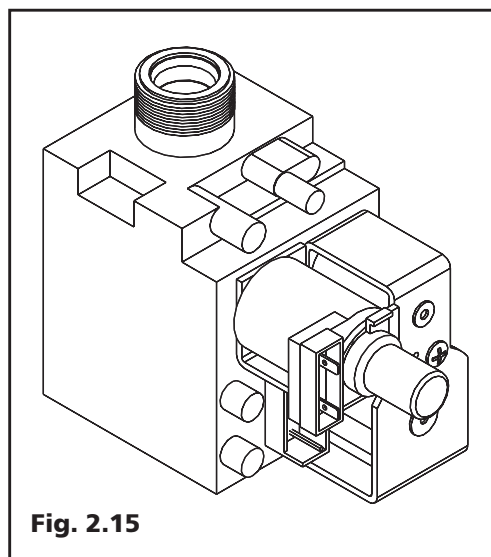

Fig. 2.15
2.9 Valvola del gas (Fig. 2.15)